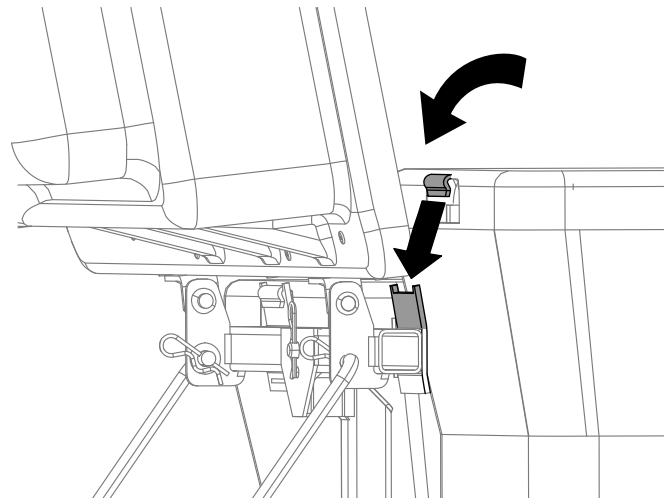

Figura 12
4. Eleve a parte superior do depósito de recolha de relva e instale os sacos deslizando os ganchos da estrutura do saco para os suportes restantes (Figura 12).